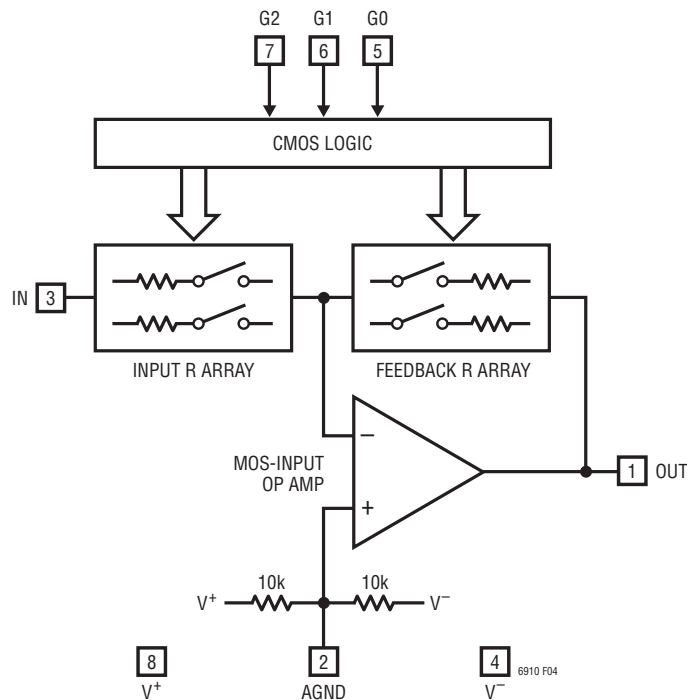
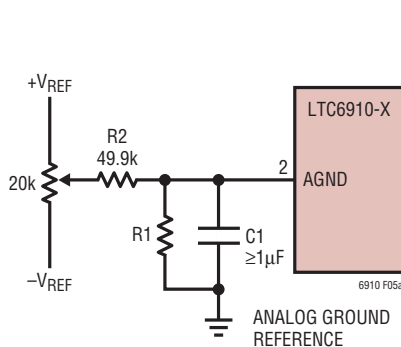

図4. ブロック図
図5a. オフセットのゼロ化
**AGND (ピン2):** アナログ・グランド。AGNDピンは内部抵抗分圧器の midpoint で、このピンに接続された公称5kΩの等価直列抵抗によって、 $V^+$  ピンと  $V^-$  ピンの中間電位を生成します (図4)。AGNDは内部オペアンプの非反転入力でもあるので、INピンとOUTピンのグランド・リファレンス電圧になります。このため、パッケージの周囲を取り囲むようなアナログ・グランド・プレーンなどの、非常に「きれいな」接地が重要です。推奨されるアナログ・グランド・プレーン接続は、LTC6910-Xにどのように電力が供給
**IN(ピン3):**アナログ入力。LTC6910-X内のアンプへの入力信号は、INピンとAGNDピン間の電圧差です。INピンはLTC6910-Xの内部で、その他端がAGNDピンと同じ電位での電流積算点であるデジタル制御抵抗に接続されています(図4)。ユニティゲイン(デジタル入力G001)では、この入力抵抗値は約10kΩで、INの電圧範囲はレール・トゥ・レール(V+~V-)です。利得がユニティゲインを超える(デジタル入力G010以上)設定では、入力抵抗値は低下し、リニア入力電圧範囲も利得に反比例して減少します。(高い利得は、低いレベルの信号を良好なノイズ特性で増幅するために設定されます。)表1、表2、表3に、この特性を要約しています。利得が「ゼロ」の状態(デジタル入力が000)では、アナログ・スイッチが内部でINピンを切断し、
LT6910ファミリは、電圧利得をデジタルでプログラム可能な小型で広帯域幅の反転DCアンプです。各デバイスは8つの電圧利得から1つを選択します。この選択はCMOSロジックレベルに対応するGピンへの3ビット・デジタル入力で制御されます。利得コードは常に単調です。3ビットの2進数(G2、G1、G0)が増加すると、利得が増加します。表1はLTC6910-1、表2はLTC6910-2、表3はLTC6910-3の公称電圧利得をそれぞれ記載しています。各アンプの利得制御は、MOSアナログ・スイッチを使用して閉ループ・オペアンプ回路の入力または出力の整合アレイの抵抗を切り替えることによって行われます(図4)。帯域幅は利得設定に応じて変動します。「標準的性能特性」の曲線は測定された周波数応答を示しています。
CMOS利得制御ロジックのセットリング時間は通常数ナノ秒で、アナログ信号パスよりも高速です。デジタル入力の变化の影響はアナログ出力を介してのみ監視されるので、アンプの利得が変わるとき、タイミングを制限するのはアナログであり、デジタルではありません(図4)。LTC6910-Xのロジックは静的(ラッチされない)なので、バス・タイミング要件がありません。ただし、どのPGAもそうであるように、利得が変わるたびに、アンプの出力は限定された速度で入力信号の異なる倍率の値の方へ変化
「電気的特性」の表に、図4の内部オペアンプの入力でのDCオフセット(誤差)電圧( $V_{OS(OA)}$ )が記載されています。 $V_{OS(OA)}$ はLTC6910-XにおけるDCオフセット源です。また、これらの表には、その結果生じる、INピンを基準にした利得依存のオフセット電圧( $V_{OS(IN)}$ )も記載されています。これらの2つの測定値は、公称利得設定値Gに相当する帰還抵抗と入力抵抗の比を介して以下のような関係になっています。
どの利得設定においても、オフセット電圧はこの関係から推測することができます。例えば、内部オフセット( $V_{OS(OA)}$ )が1mVの場合、INピンを基準にしたオフセットは、利得設定Gが1の場合に2mV、利得設定が2の場合に1.5mVとなります。高い利得では、 $V_{OS(IN)}$ は $V_{OS(OA)}$ に近くなります。(オフセット電圧は正負いずれの極性も可能です。つまり、ゼロを中心とした統計パラメータです)。(いくつかのオペアンプと異なり)図4の内部オペアンプのMOS入力回路の入力電流はごくわずかなので、 $V_{OS(OA)}$ とGだけがアンプ全体のオフセットに影響します。
内部オペアンプのオフセット電圧 $V_{OS(OA)}$ は前述したように利得と無関係なので、内部オペアンプの非反転入力（AGND）をドライブするAGNDピンにおいてオフセットを容易に追加調整できます。AGNDが直接接続されていない場合は、このような調整によってAGND電圧はシステムのアナログ・グランド・リファレンスからわずかにシフトします。これは、図5aに示すように分圧器のリターンのために低抵抗のアナログ・グランド電位、つまりアナログ・グランド・リファレンスが存在する場合に便利です。LTC6910-XのDC入力電圧がゼロのときにDC出力電圧がゼロになるように調整されている場合、このDCゼロ化は他の利得設定でも保持されます。
図5aに、両電源アプリケーションの基本的な構成を示します。分圧器（ $R1$  および  $R2$ ）により、外部リファレンス電圧 $+V_{REF}$ および $-V_{REF}$ をおよそ $\pm 10\text{mV}$ のオペアンプ・オフセット電圧範囲と等しいか、あるいは、わずかに超える範囲に縮小します。抵抗 $R1$ は、ポテンショメータがどちらかの端に設定されているときに $\pm 10\text{mV}$ の最大調整電圧を低下させるようなものを選択します。このため、 $V_{REF}$ が5Vの場合、 $R1$ は約 $100\Omega$ でなければなりません。また、図4の2つの内部 $10\text{k}$ 抵抗はAGNDを $V^+$ と $V^-$ の中間へバイアスしているということに注意してください。 $R1$ が $5\text{k}\Omega$ よりもかなり小さいと、外付け分圧器によってこのバイアスの効果がなくなります。内部 $10\text{k}$ 抵抗の効果を検討する場合は、これらの抵抗が中間電位 $(V^+ + V^-)/2$ でオープン電圧と直列に接続された $5\text{k}$ テブナン等価抵抗を
この調整技法を使用できる場合、残っているDCオフセット源は温度によるドリフト（ $V_{OS(OA)}$ 基準で標準 $6\mu\text{V}/^\circ\text{C}$ ）、PSRRファクタによって分割されるLTC6910-Xの電源電圧の変化、図4の2つの $10\text{k}$ 内部抵抗を介して結合する電源電圧の変化、そして、もちろん、図5aで $+V_{REF}$ と $-V_{REF}$ を供給するリファレンス電圧の変化です。
LTC6910-1の利得設定が10V/V(デジタル入力が100)で、LTC1864のサンプリング・レートが250kspsの場合、フルスケールの60%の10kHzの入力信号は、ADCのデジタル出力でのTHDが-87dBになります。同じ条件の100kHz入力信号のTHD値はおよそ-75dBです。図4の $V_{IN}$ を基準にした場合、ADCでのノイズの影響は(ランダムと量子化ともに)アンプの利得によって分割されます。このため、この回路はSNRが70dBを超える5VP-Pのフルスケールから40dB低下した信号を取得できます。ADC単体でこのような性能(250kspsで70+40=110dBの有効なダイナミックレンジ)を得るのは、可能であってもかなり高価です。